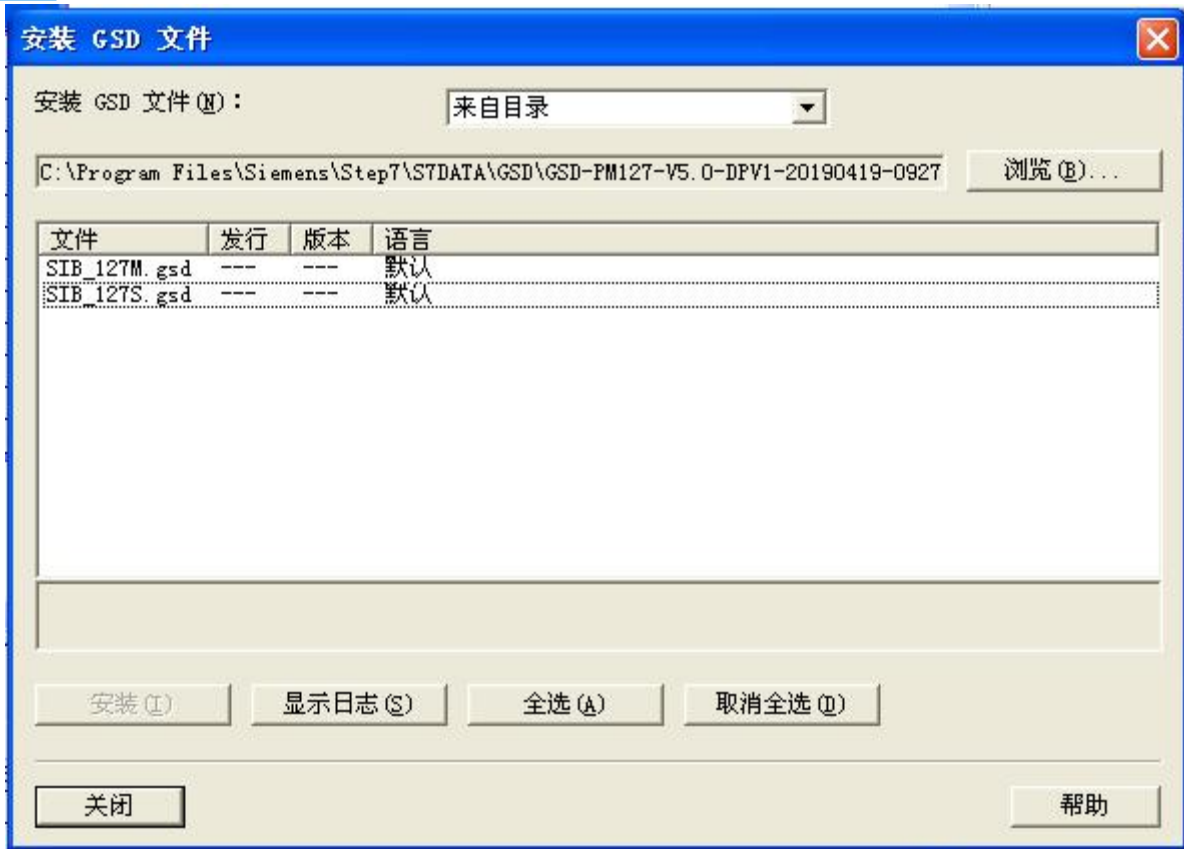

图 7
2. 弹出如图 7 所示窗口，根据网关数码管显示选择对应版本的 SIB_127M.gsd 或者 SIB_127S.gsd，点击“Install”，注册完后，单击“Close”，关闭注册窗口。